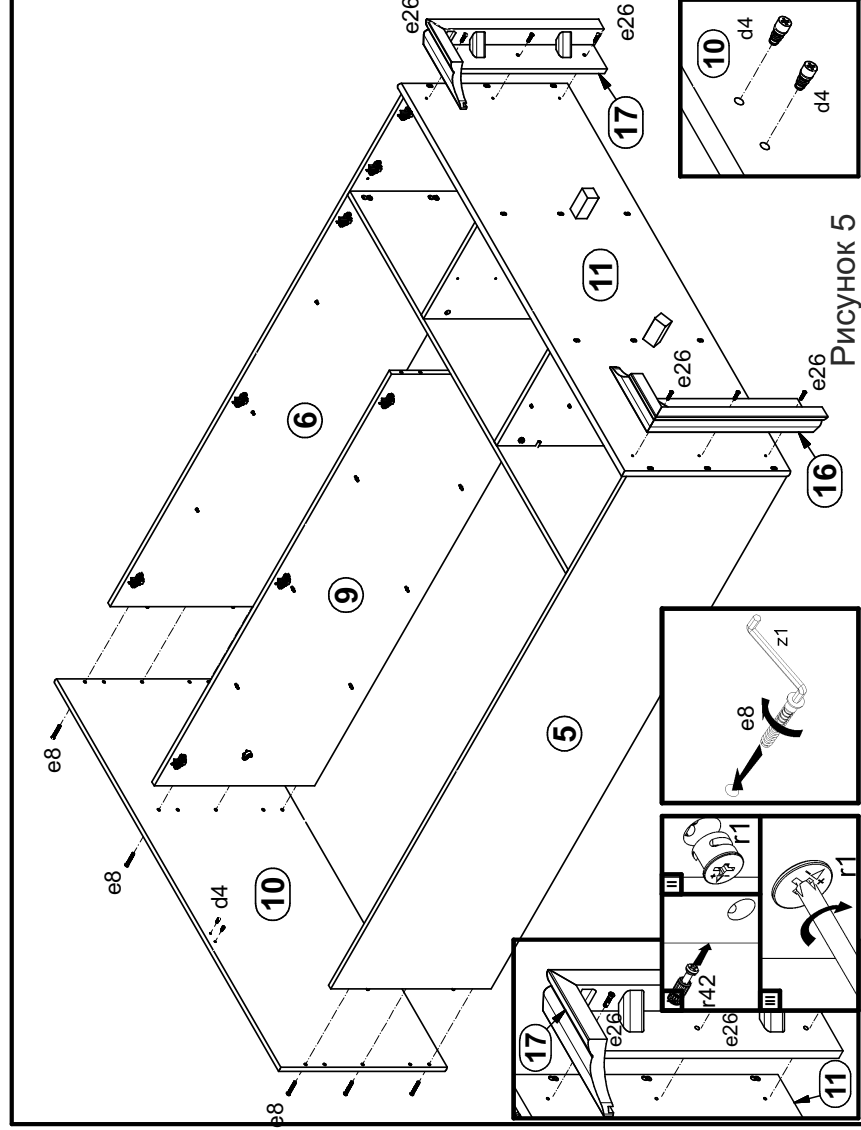

Рисунок 5
9. В отверстия Ø5 мм на нижней поверхности щита верхнего 10 вкрутить ограничители двери d4 (см. рис. 5).
12. В отверстия Ø8 мм на нижней поверхности щита нижнего 11 еврошурупами e26 закрепить ноги 16, 17 (см. рис. 5).